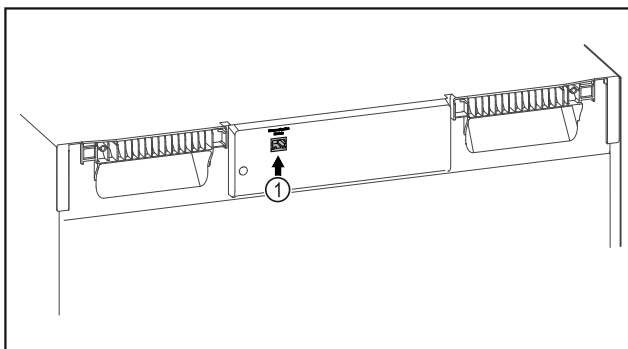

Fig. 86
- SmartModule Fig. 86 (1) se rabi.